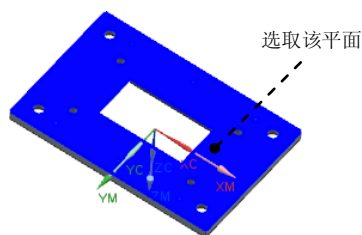

图 11.14 指定底面
Step2. 在图形区选择图 11.14 所示的面, 单击 **确定** 按钮, 系统返回“平面铣”对话框。